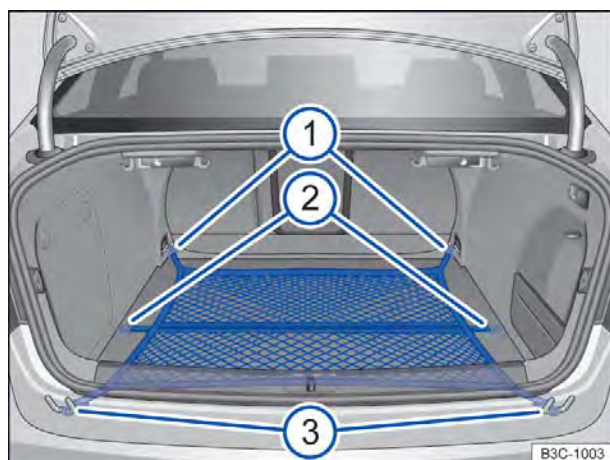
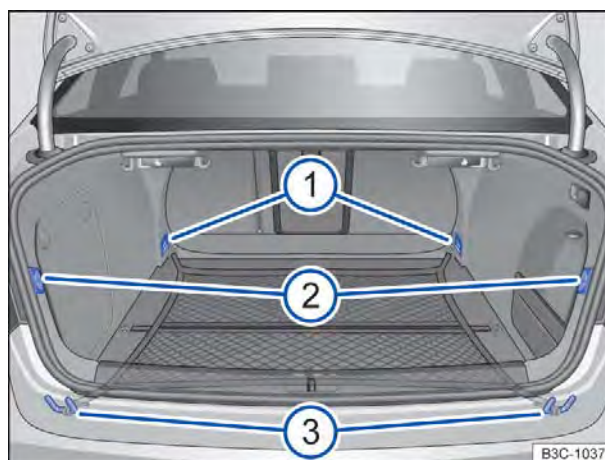

Fig. 100 No compartimento de bagagem: rede para bagagem presa de forma plana.
Fig. 101 No compartimento de bagagem: olhais ① e ③, bem como suporte ② para prender a rede para bagagem.
- Prender os ganchos $\Rightarrow$ Fig. 100 ① da rede para bagagem nos olhais de amarração no encosto do banco traseiro $\Rightarrow$ Fig. 101 ① $\Rightarrow$. O zíper da rede para bagagem deve estar voltado para cima.
- Prender os ganchos $\Rightarrow$ Fig. 100 ③ nos olhais de amarração $\Rightarrow$ Fig. 101 ③ no canto do compartimento de bagagem.
- Prender os ganchos curtos $\Rightarrow$ Fig. 100 ② da rede para bagagem nos suportes $\Rightarrow$ Fig. 101 ② $\Rightarrow$. O zíper da rede para bagagem deve estar voltado para cima.
- Prender os ganchos $\Rightarrow$ Fig. 100 ① e ③ nos olhais de amarração $\Rightarrow$ Fig. 101 ③.